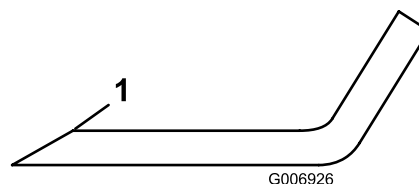

Figure 76
- Examinez les tranchants de toutes les lames. Si elles sont émoussées ou ébréchées, affûtez uniquement le haut du tranchant et conservez l'angle de coupe d'origine pour obtenir une coupe nette (Figure 76).